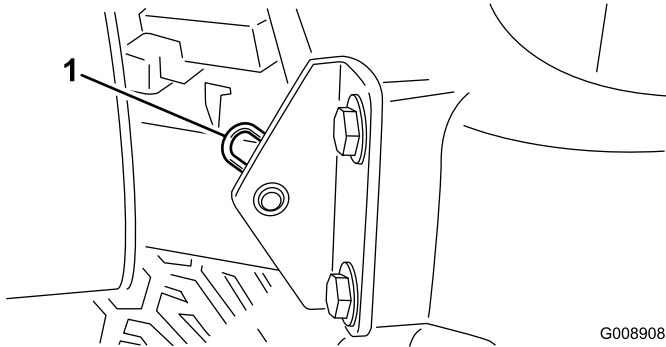

Figura 46
2. Retire o contrapino que fixa a articulação do capot aos suportes de montagem (Figura 46).